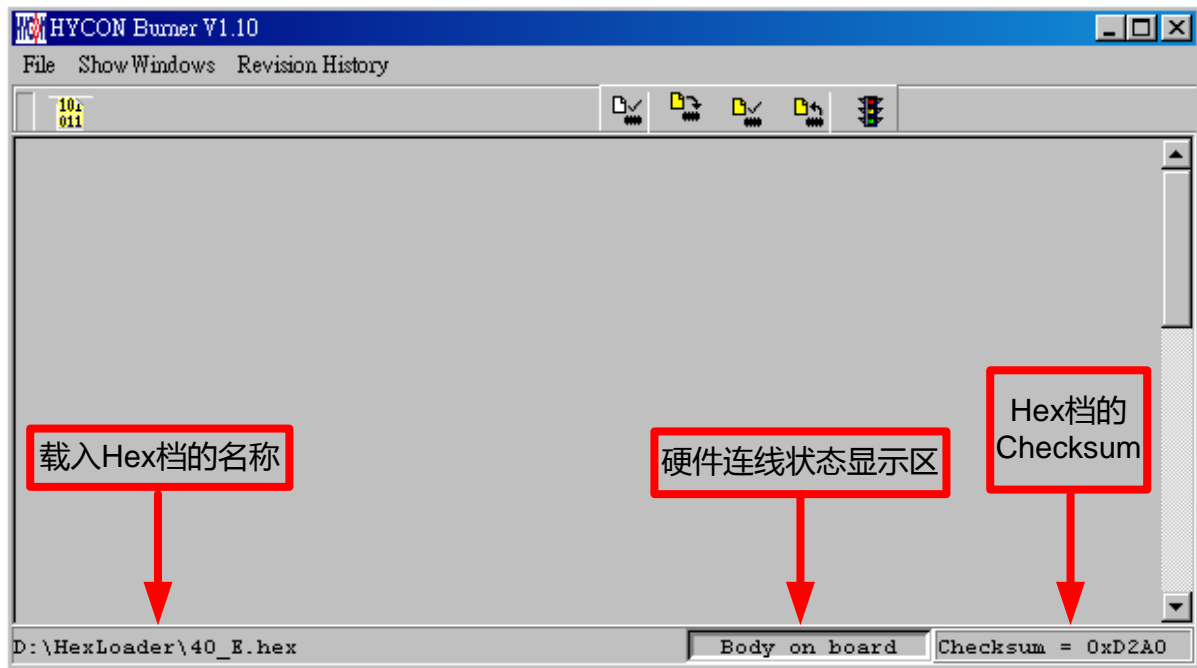

图 3-7
(4)当下载完成后在下方显示完成后的 Hex 档名称与 Checksum，如图 3-7。